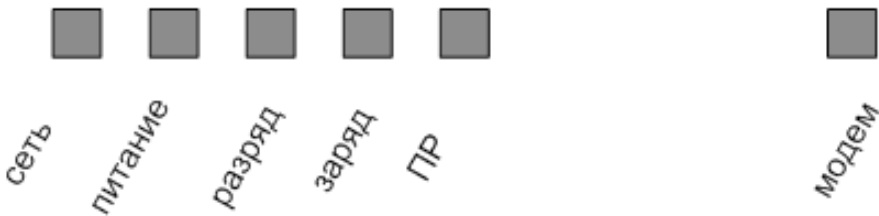

Рисунок 5 – Светодиодная линейка
2.6.2 Контроль работы РШ осуществляется при помощи светодиодной линейки расположенной на его передней панели (Рисунок 5).